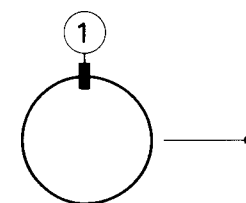
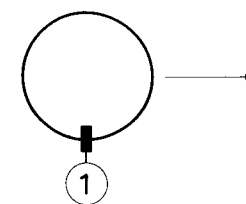

Fig II-5a
Fig II-6a
3. Die Kreuzung der mittleren horizontalen blauen und roten Linie und die Kreuzung der mittleren vertikalen blauen und roten Linie beheben, indem die Ablenk-Unit in vertikale Richtung gekantelt wird. Steht die Ablenk-Unit in der richtigen Stellung, dann den Gummikeil ①, von dem der Papierstreifen nicht entfernt worden ist, an der Oberseite (Abb. II-5a) oder der Unterseite (Abb. II-6a) anbringen. Abb. II-5a zeigt die Situation, in der die Ablenk-Unit nach oben gekantelt wurde und Abb. II-6a gibt an, dass die Unit nach unten gekantelt wurde.